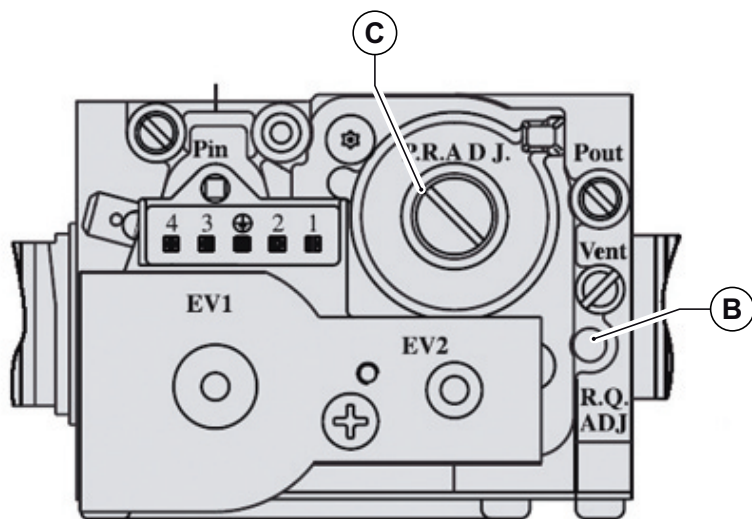

Fig. 30 Reglare valoare dioxid de carbon
- Reglați valoarea dioxidului de carbon (CO2) din gazele arse, rotind regulatorul de raport **B** (vezi Fig. 30 Reglare valoare dioxid de carbon) și asigurați-vă că reintră în limitele din Tab. 14 Valori ale CO2 în gazele arse. Lăsați centrala în modul curățare și treceți la pasul următor de reglare la puterea minimă.
- Reglați valoarea dioxidului de carbon (CO2) din gazele arse, rotind regulatorul de offset **C** (vezi Fig. 30 Reglare valoare dioxid de carbon) și asigurați-vă că reintră în limitele din Tab. 14 Valori ale CO2 în gazele arse.